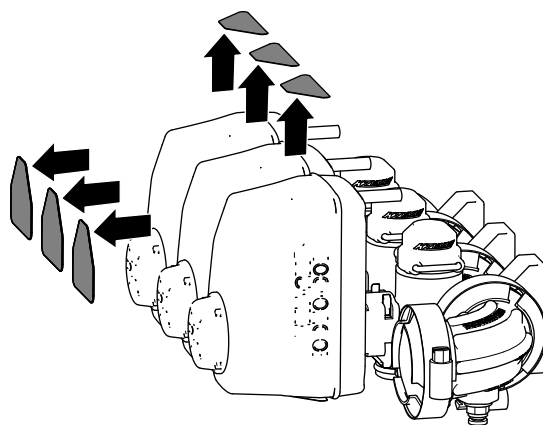

Figura 53
4. Rimuovete i 6 adesivi dalle valvole di sezione a 3 barre (Figura 53).